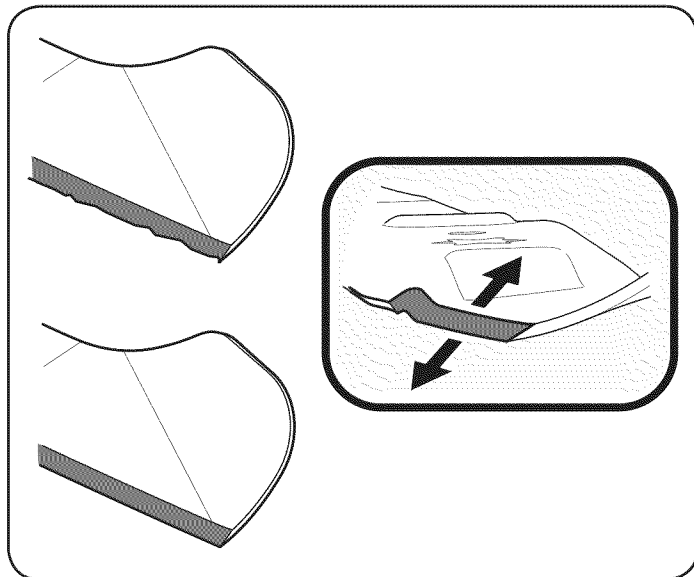
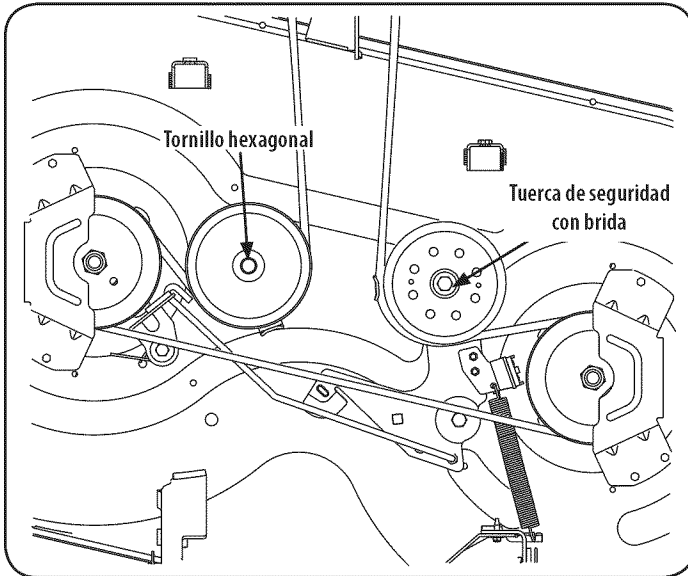
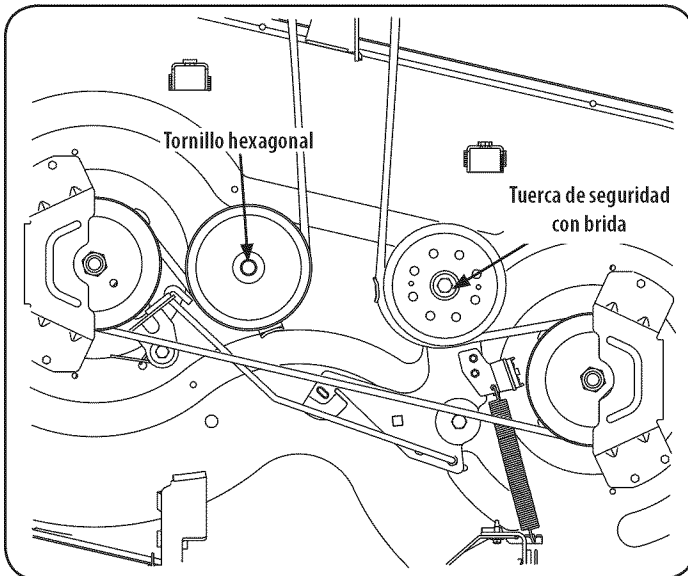

Figura 28
Figura 29
Figura 30
2. Afloje, pero no quite la tuerca de seguridad con brida de la polea tensora izquierda de 54" Las cubiertas y la polea loca adecuado para 42" y 46" de skate. Vea la Figura 28 para 42" Cubiertas, figura 29 para 46" Las cubiertas y la figura 30 para 54" Cubiertas
8. Tire del lado derecho de la correa y coloque el lado V angosto de la correa en la polea de la PTO. Vea la Figura 29.